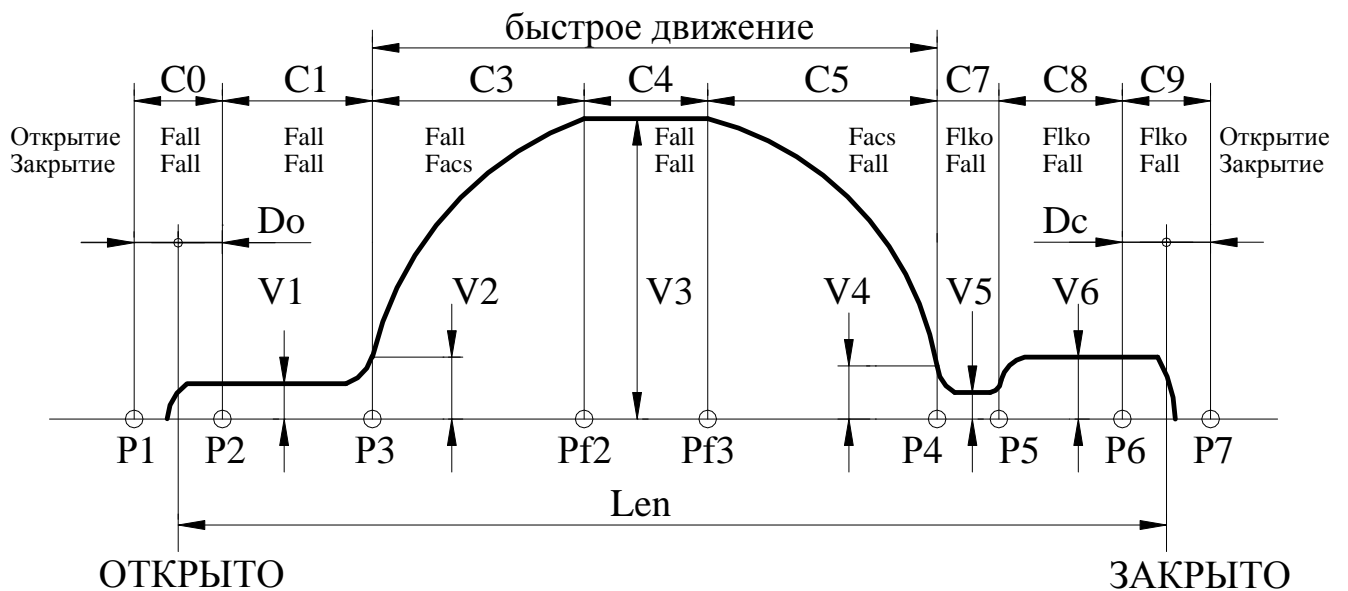

Рис.5. Траектория движения, осуществляемая с помощью БУАД.
- **C.Err** – участок движения (**рис.5**), на котором произошла ошибка при наличии синхронизации, **C_err=11** при отсутствии синхронизации.
3.8.6.10. **Un_P** – пункт меню 1 уровня – редактирование параметров *Устройства*. Этот пункт меню подробно рассмотрен при описании режима '*Редактирование параметров Устройства*'. Диаграмма ввода параметров *Устройства* аналогична диаграмме ввода параметров БУАД и изображена на **рис. 5**.
- **E0L** – переезд зоны полного открытия (**C0, рис.5**) или полного закрытия (**C9, рис.5**). *Синхронизация* в этом случае выключается. Ошибка сбрасывается при смене кода направления движения. При повторном неоднократном возникновении данной ошибки нужно провести **измерение проема**, если затем эта ошибка все равно будет возникать, необходимо проверить механику привода.